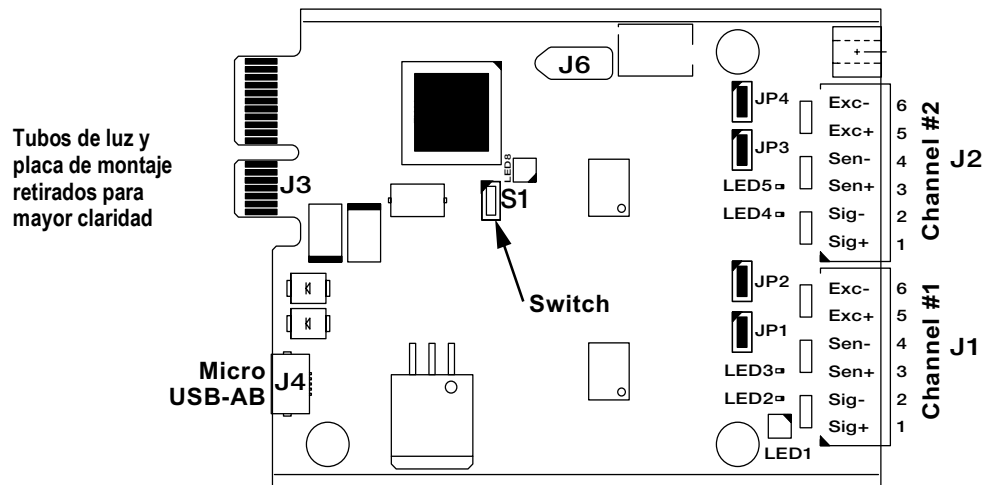

Figura 12-6. Primera generación de tarjetas de báscula A/D (simple y doble)
6. Mediante un cable USB (con conexión de tipo A en un extremo y con conexión micro en el otro), (consulte la Figura 12-6) conecte la tarjeta de la báscula a la placa de la CPU del 1280.